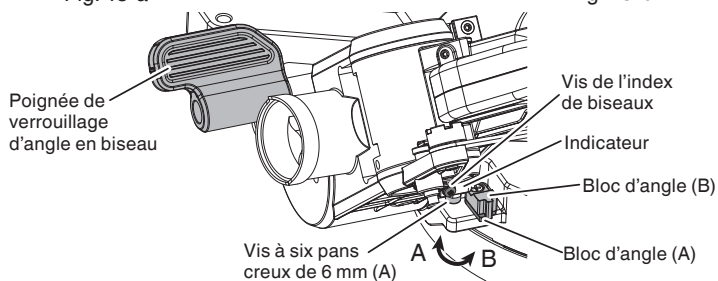

Fig. 13-c
8. Réglage de l'indicateur 90° (pour échelle de biseau) (Fig. 13-c)